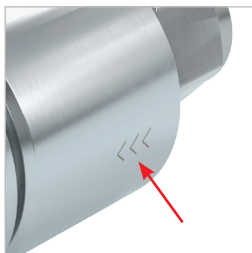

Figure 1
- ▶ Respectez le sens d'écoulement, gravé sur le clapet anti-retour (voir Figure 1).